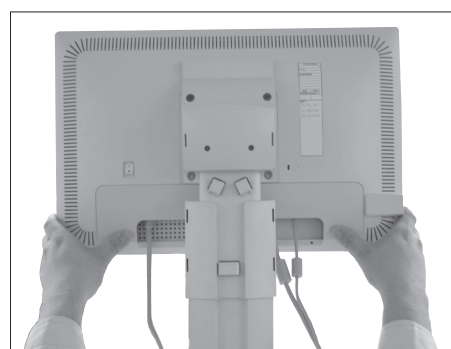

Rysunek C.1
3. Zdjąć osłonę złącza (**Rysunek C.1**).